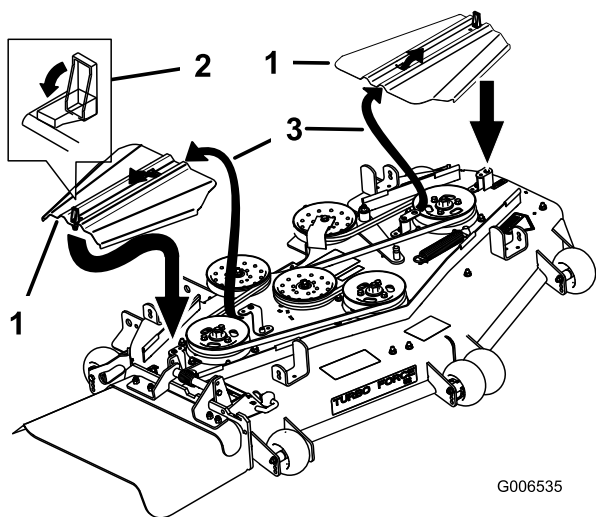

Figura 66
12. Instale las cubiertas de las correas deslizando la cubierta sobre la pestaña, instale los pernos y cierre los enganches (Figura 66).